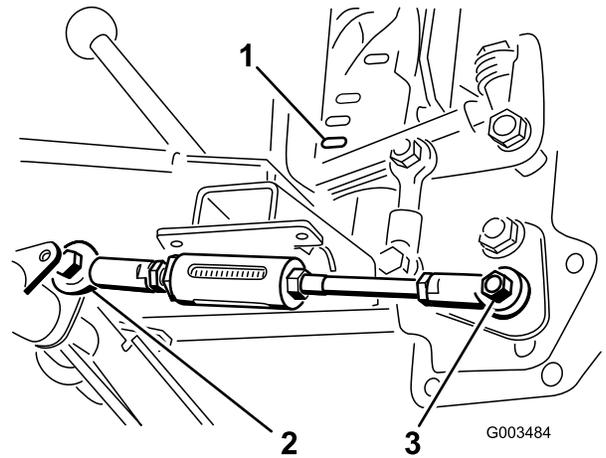

图 8
6. 移动升降手柄直到球窝接头中的孔与枢轴管上可调杆右侧的孔对齐然后使用一个螺栓 1/2 x 1-1/2 英寸和一个锁紧螺母 1/2 英寸固定如图 8 所示。